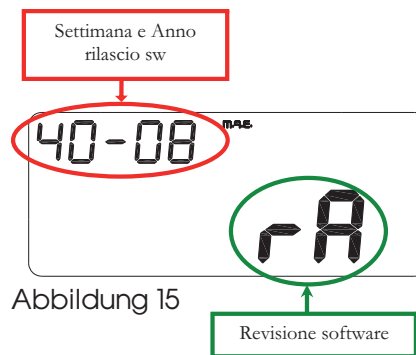

Abbildung 15
- 1. Seite (bei jedem Anschluss an die Fahrzeug-Batterie): Software-Version und Ausgabedatum (für ungefähr 3 Sekunden) (Abbildung 15).